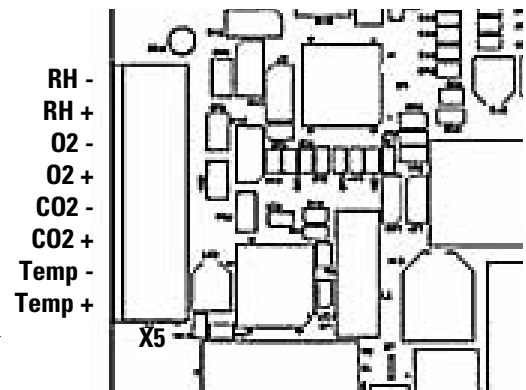

Figure 7-5. Analog Output Board
3. Rimuovere il pannello di copertura e con attenzione estrarre il cassetto dell'elettronica e individuare la scheda di uscita analogica (Figure 7-5).